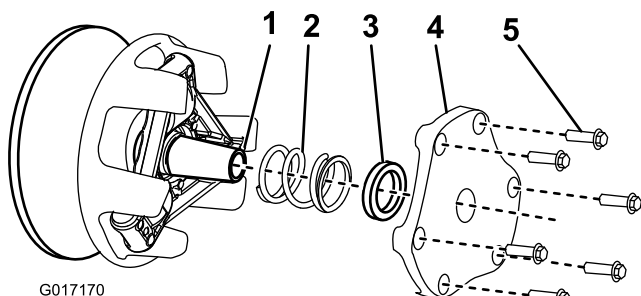

Figura 34
4. Reserve a cobertura, espaçador e mola (Figura 34).